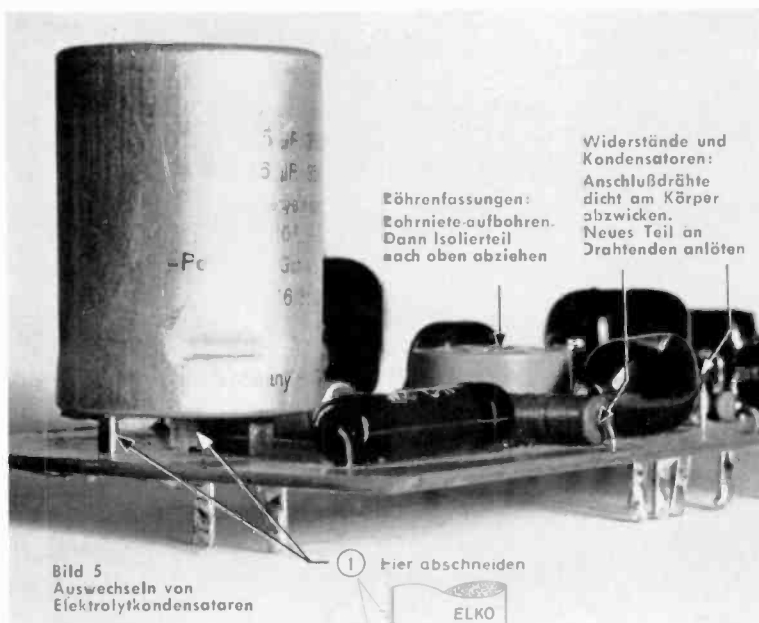

Bild 5
Wie Bild 5 zeigt, sind Elektrolytkondensatoren so eingebaut, daß zwischen unterem Rand des Bechers und Montageplatte ein Abstand bleibt. Dieses ist durch die besondere Formgebung der Anschlußlöffchen erreicht worden. Hierdurch ergibt sich die Möglichkeit, die Anschlußlöffchen mit einer schmalen, jedoch stabilen Drahtschere abzuwickeln.
Das wichtigste Merkmal der Druckschaltungsanordnung ist die Beibehaltung des bewährten Prinzips: Schaltungsseite nach hinten. Somit sind auch beim „Zauberspiegel 437“, Ausführung mit gedruckter Schaltung (internes Kennzeichen „P“), alle Vorteile für den Service vorhanden, also die Möglichkeit der Durchprüfung der gesamten Schaltung lediglich nach Abnahme der Rückwand (Siehe auch Bild 5).
Bild 5 Zauberspiegel 437 (P) (Printed Circuits) bei abgenommener Rückwand. Für Einstellungen und Fehlersuche hat der Service-Techniker die Druckschaltung frei vor sich stehen.
Wie aus Bild 5 zu ersehen ist, lassen sich alle Einstellungen der Hilfsregler lediglich nach Abnehmen der Rückwand vornehmen. Die beiden Regler Bildamplitude (senkrechte Ausdehnung des Bildes), im Schaltbild bezeichnet mit BA, und Bildlinearität I (Geometrie in senkrechter Richtung), im Schaltbild bezeichnet mit BL I, lassen sich ohne Abnehmen der Rückwand bedienen. Über die Einstellung dieser Hilfsregler ist im Service-Blatt alles Nähere aufgeführt.